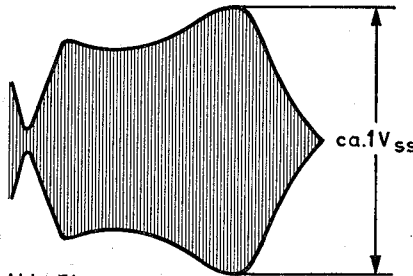

Abb. 51
5. Wobbler ausschalten, 38,9 MHz Markengeber (quarzkontrolliert) so weit aufdrehen, daß am Diodenfilter eine Gleichspannung von -5 Volt entsteht. Wobbler aufdrehen, bis der Spitze/Spitze-Wert der Schwebung 1 Vss beträgt (siehe Abb. 51).